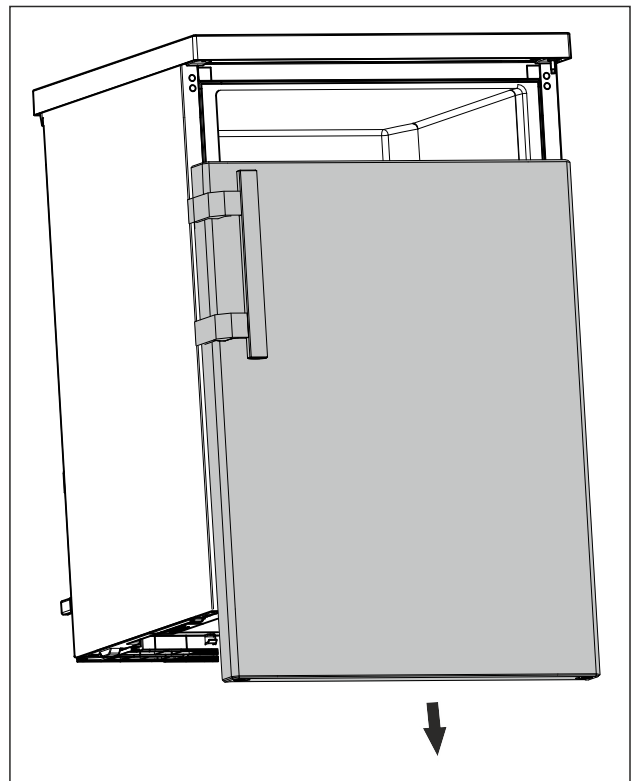

Fig. 8
- ▶ Hiqni derën nga poshtë. (shihni Fig. 8)